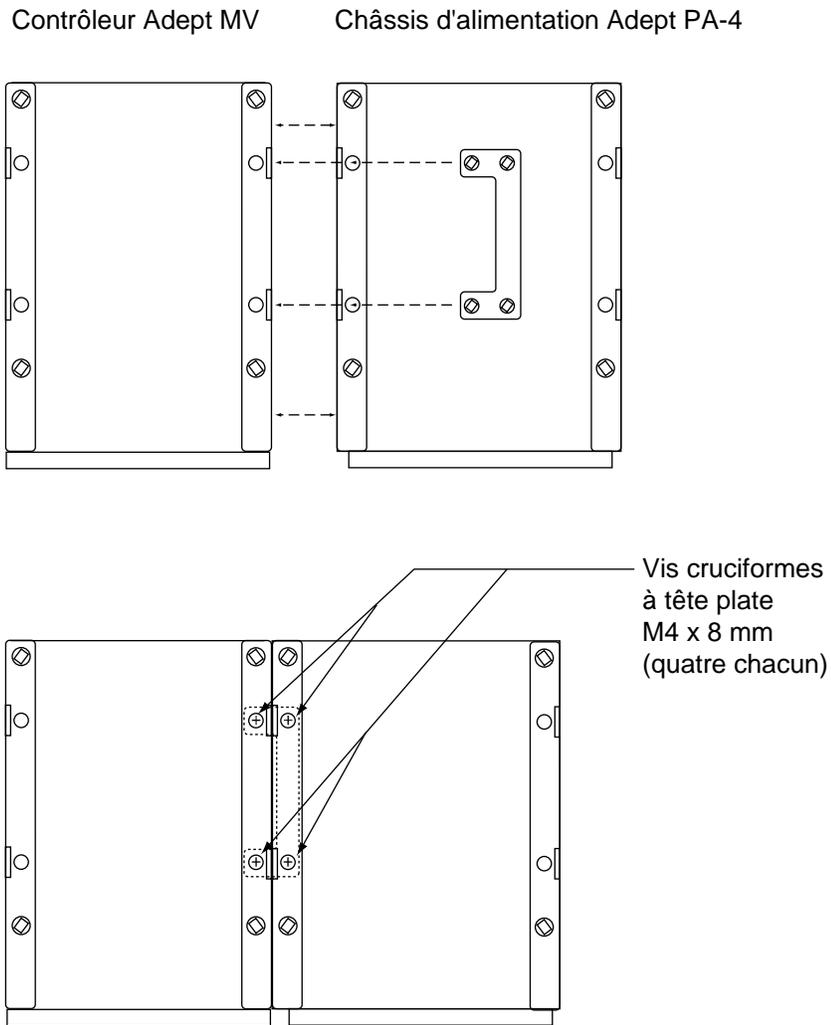

Figure 2-4. Raccordement du châssis d'alimentation et du contrôleur par le sommet
1. Placer les deux appareils l'un à côté de l'autre. Couper l'alimentation de chaque appareil et débrancher le câble d'alimentation. Enlever le couvercle supérieur de chaque appareil (voir Figure 2-4).